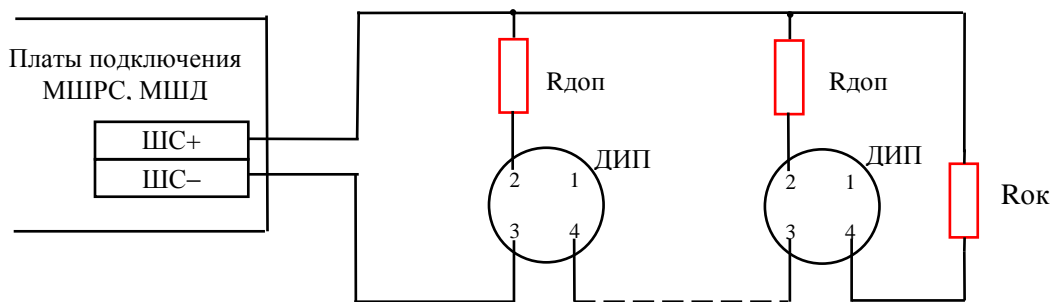

Рисунок 10.6 Пример подключения пожарного дымового извещателя в ШС
**Пример подключения пожарного дымового** извещателя в ШС представлен на рис.10.6.